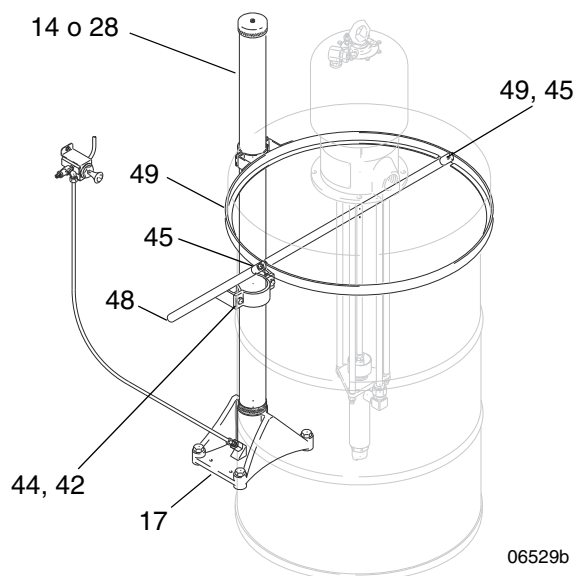

FIG. 4
Posizionare il coperchio nella posizione corretta nell'anello di supporto (49) e serrare le viti a testa tonda (45). Posizionare un fusto aperto contro la base dell'innalzatore (17) e sistemare il coperchio sul fusto in modo che i recessi del morsetto del supporto (44) siano serrati contro il tubo di sollevamento dell'innalzatore (14 o 28). Sollevare il tubo da 6,4 mm (0,25"), quindi serrare le viti del morsetto (42). Vedere la FIG. 4.